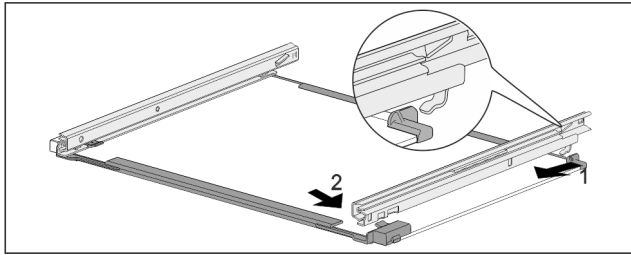

Fig. 158 Ripiano in vetro con guide
- ▶ Agganciare la guida sul lato posteriore. Fig. 158 (1)
- ▶ Innestare la guida sul lato anteriore. Fig. 158 (2)